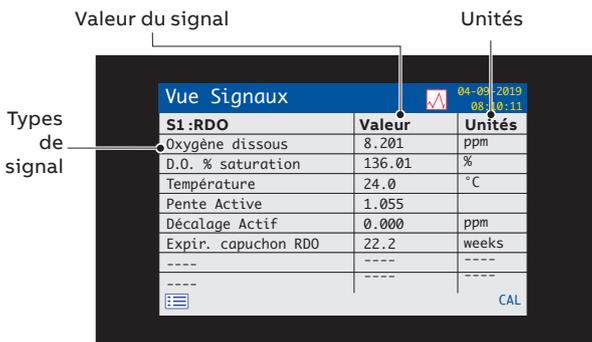

Figure 8 Vue Signaux
- **Vue Signaux** – affiche une liste des signaux actifs avec leurs valeurs (1 page par capteur) – voir Figure 8